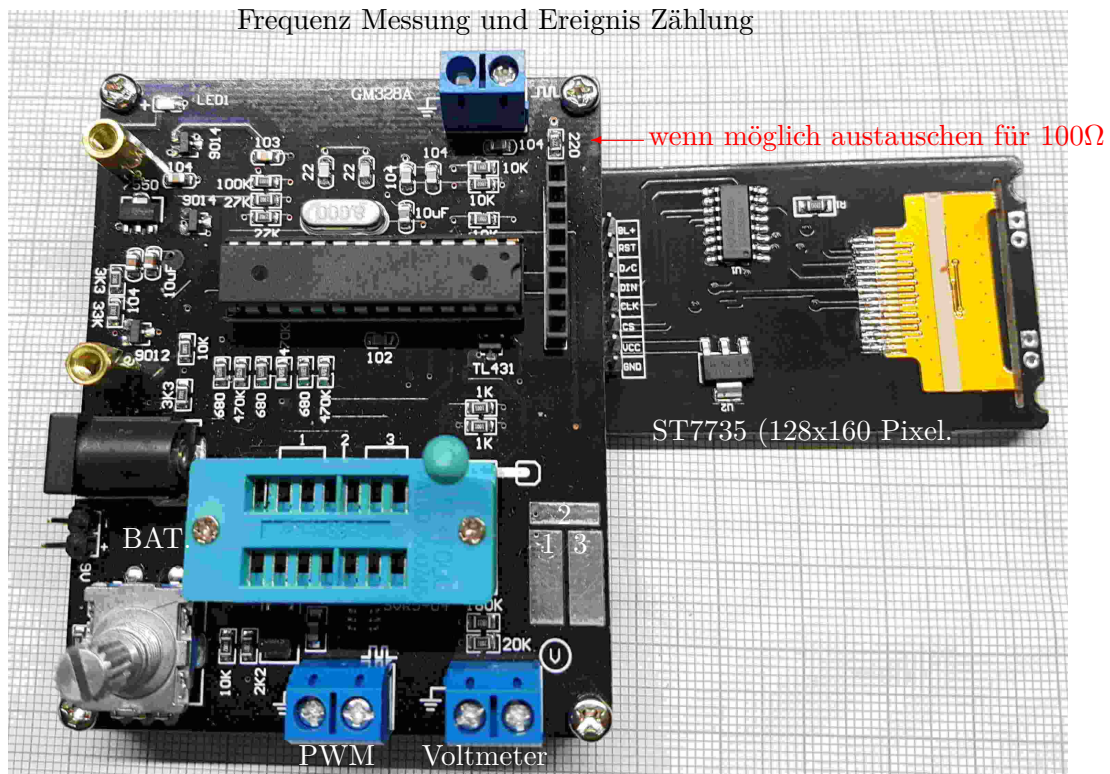

Abbildung 2.1. Ansicht mit abgenommenem LCD Display
- Das Gerät verwendet ein Farbdisplay mit ST7735 Controller (128x160 Pixel). Wie es auf dem Bild 2.1 rechts oben gut sichtbar ist, verwendet Display einen CD4050 (IC1) Puffer für die Anpassung der Signalpegel und einen 3.3V Spannungsregler (IC2) für die Spannungsversorgung.